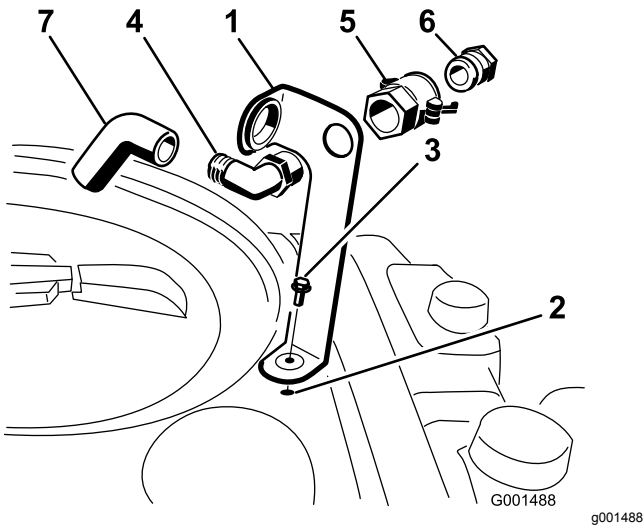

Bild 3
1. Setzen Sie die Füllanschlusshalterung auf das Gewindeloch im Behälter und befestigen Sie sie mit einem Bundbolzen (5/16" x 3/4") (Bild 3).
Sie die Schnellkupplung auf. Befestigen Sie sie an der Halterung (Bild 3).
3. Montieren Sie den Schlauchadapter auf die Schnellkupplung (Bild 3).
4. Drehen Sie die Hebel zum Adapter, um ihn zu arretieren. Befestigen Sie ihn dann mit den Splinten (Bild 3).
5. Stecken Sie den Rücklaufschlauch durch die große Öffnung in der Halterung und auf das Krümmerende des 90-Grad-Winkelanschlusses (Bild 3).